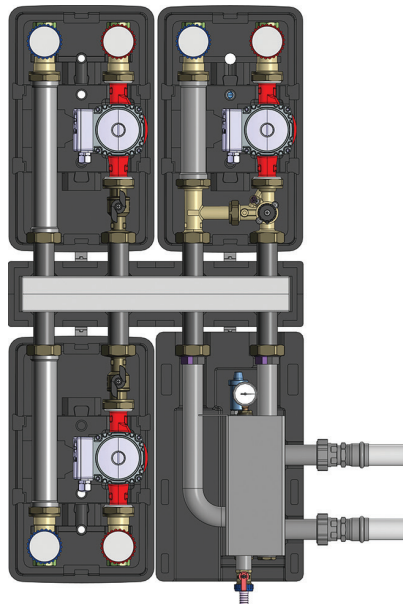

Рис.2
6.9. Монтаж может осуществляться как отдельно, так и на распределительной гребенке (*Рис. 2*).